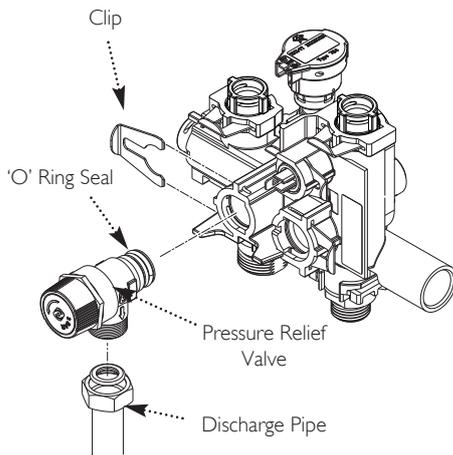

Fig. 59
13.12 Safety Pressure Relief Valve (Fig. 59)